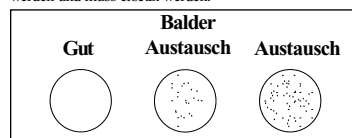

ABBILDUNG 2. AUSTAUSCH EINES GLASFASERKABELS
Ein Bruch der Glasfaseroptik kann zum Verlust der Leucht- und Funktionsfähigkeit führen. Halten Sie den Spitzensteckverbinder des Glasfaserkabels in das Licht einer herkömmlichen Lichtquelle und prüfen Sie das Kabelende, an dem sich der Lichtquellen-Steckverbinder befindet, auf gebrochene Glasfasern. Gebrochene Glasfasern sind durch kleine schwarze Punkte auf der Oberfläche der Glasfasern erkennbar (siehe Abbildung 2). Die faseroptische Lichtquelle darf für diese Prüfung nicht eingesetzt werden, da die Augen durch die hohe Lichtintensität geschädigt werden könnten. Ein beschädigtes Glasfaserkabel darf nicht mehr verwendet werden und muss ersetzt werden.
- c. Halten Sie den Spitzensteckverbinder in das Licht einer herkömmlichen Lichtquelle und prüfen Sie das Ende des Glasfaserkabels, an dem sich der Lichtquellenadapter befindet, auf gebrochene Glasfasern. Ersetzen Sie das Kabel, wenn zu viele Fasern gebrochen sind (siehe Abbildung 2). Eine Beschädigung der Fasern führt zur Abnahme der übertragenen Lichtintensität, sodass die Dehnsonde u. U. nicht über eine ausreichende Beleuchtungsstärke verfügt. Sollte die übertragene Lichtintensität abnehmen, ersetzen Sie das Glasfaserkabel.